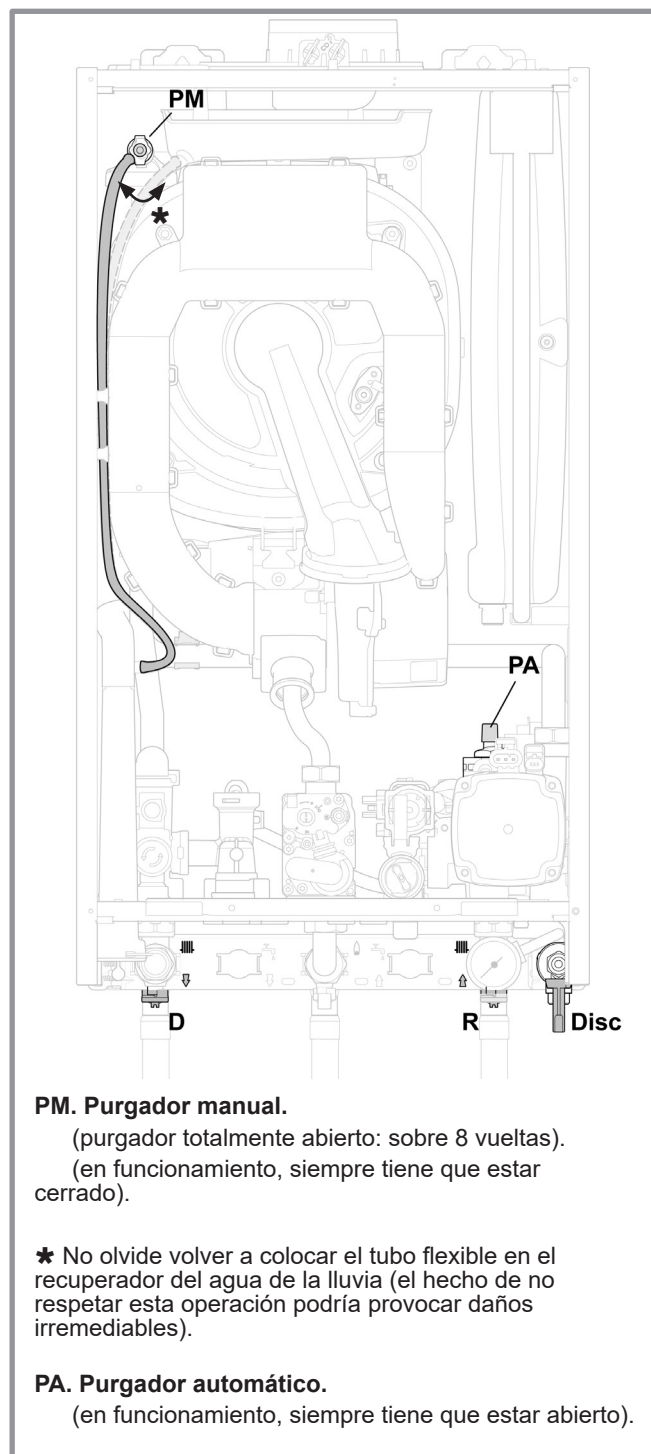

figura 24 - Purgadores de la caldera
- Compruebe que el purgador automático (PA, figura 24) está totalmente abierto.